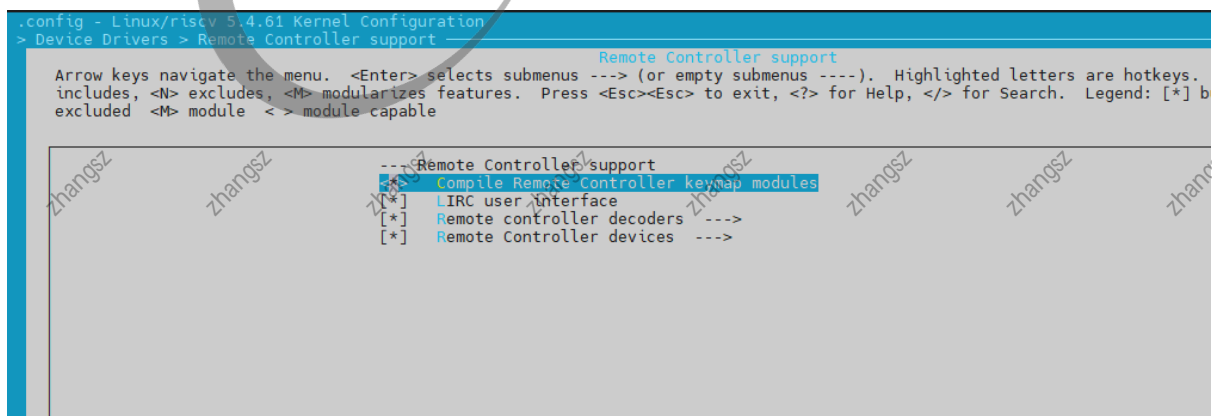

图 4-1: Linux-5.4 RC 配置图
1. 在 root 路径下执行 make kernel_menuconfig，进入 Device Drivers，然后按 PC 键盘的 R 键，可以快速定位到 “Remote Controller support” 选项中，然后进入该选项，选上图 4-1 中的选项。